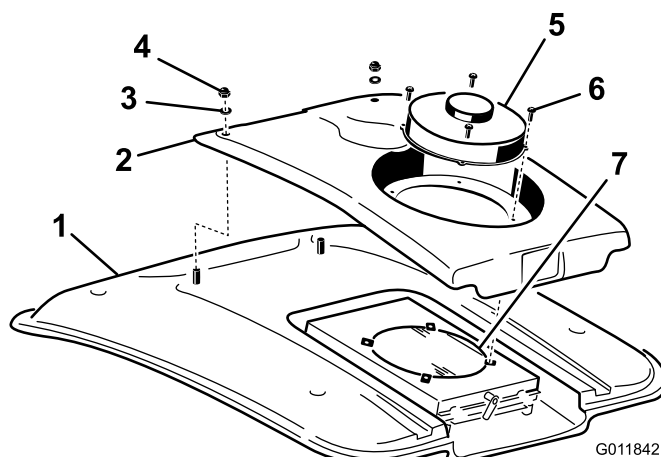

Figure 87
2. Retirez les (4) vis qui fixent le ventilateur et le couvercle du condenseur au support du ventilateur (Figure 87).
4. Retirez les deux écrous et rondelles qui fixent l'avant du couvercle du condenseur au toit de la cabine (Figure 87).
8. Nettoyez soigneusement le condenseur à l'air comprimé (Figure 87).